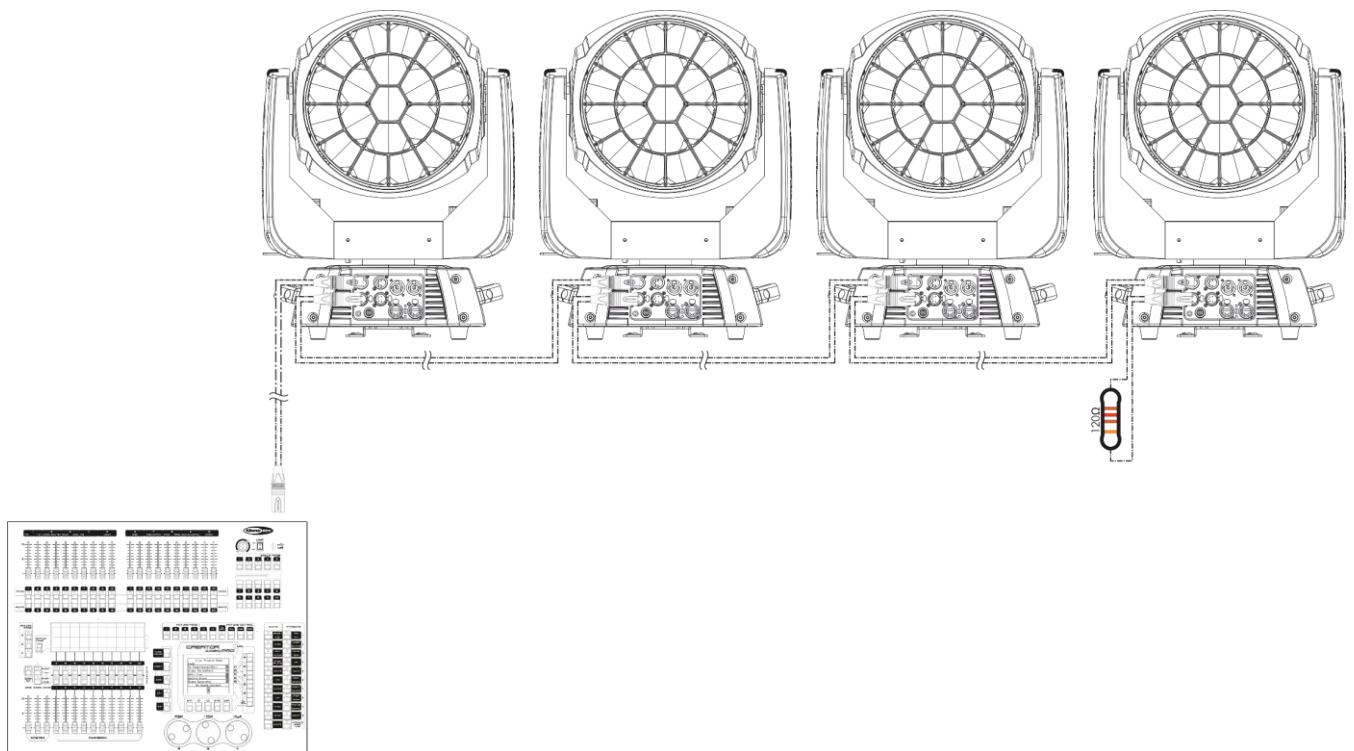

Fig. 06
- 05) Collegare le unità come indicato nella Fig. 06. Collegare un cavo di segnale DMX dall'uscita "out" DMX della prima unità all'ingresso "in" della seconda unità. Ripetere questo processo fino a collegare la seconda, la terza e la quarta unità.
- 05) Collegare le unità come indicato nella Fig. 06. Collegare la presa RJ45 "out" della prima unità alla presa "in" della seconda unità, servendosi di un cavo CAT-5/CAT-6. Ripetere questo processo fino a collegare la seconda, la terza e la quarta unità.